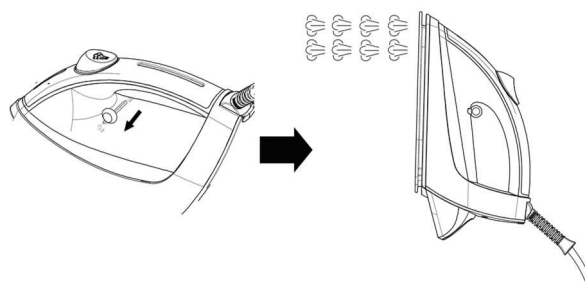

Рис. 5
2. **Паровой удар:** мощный поток пара подается через носовую часть для разглаживания глубоких складок (рис.5).